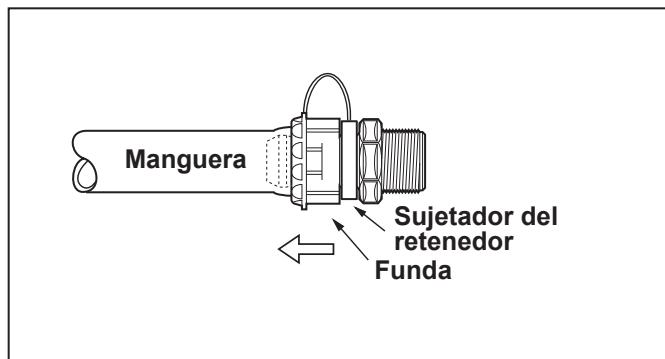

Figura 6. Instale el broche de retención
- Sosteniendo la manguera en su lugar, jale y gire la funda de la conexión rápida sobre la manguera, lo más lejos posible. Encaje el broche en su lugar. Véase Figura 6.
NOTA El broche de retención debe estar instalado. Si la funda no puede ubicarse sobre la conexión rápida para permitir que el broche de retención se deslice hasta su lugar, consulte la Figura 6. Humedezca la parte interior de la manguera con agua limpia y vuelva a intentarlo.
- Verifique que la instalación sea correcta. Consulte la Figura 6.